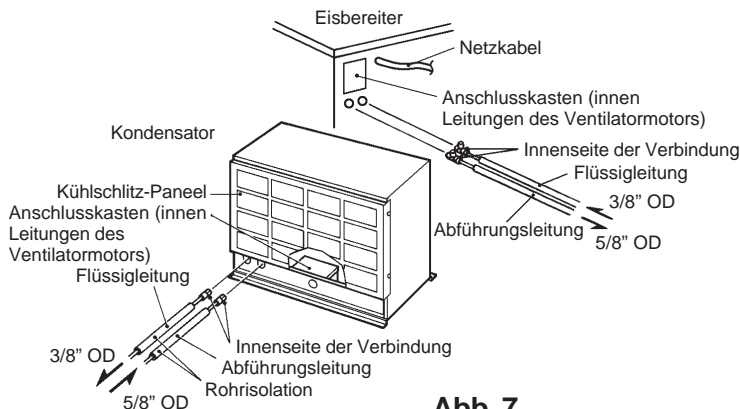

Abb. 7
- 3) Installieren Sie die zwei mit Aeroquip-Verbindungen versehenen Kupferrohrleitungen in ausreichender Länge zwischen dem Eisbereiter und dem Kondensator. Beide Kupferrohrleitungen sind getrennt zu isolieren. Siehe Abb. 7.